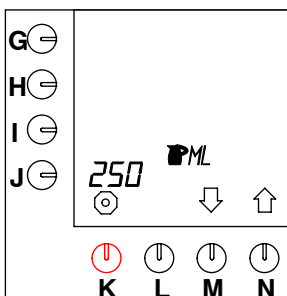

Fig. 26 Capacidad de las jarras
- Mantenga apretada la tecla de programación (N.)↑ hasta que en el display aparezca fig. 26.